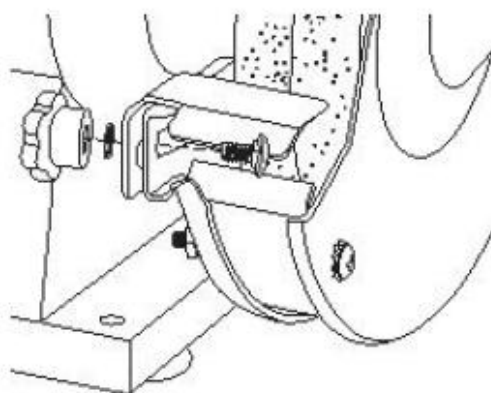

Fig. 2, dreapta
- 1 Sprijiniți suportul piesei (2) de muchia apărătorii discului de polizare. Asigurați-vă că suportul piesei de prelucrat este îndreptat în direcția corectă. Colțul oblic trebuie să fie îndreptat în direcția opusă polizorului dublu (Fig. 2).